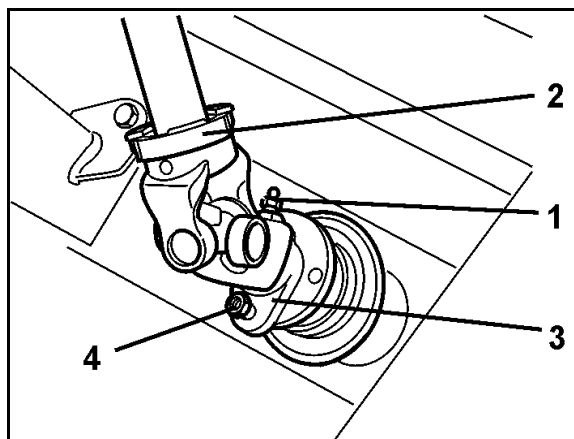

Bild 73
1. Lossa smörjnippeln (Bild 73/1) i ledgaffeln (Bild 73/2) på kraftöverföringsaxeln.
2. Skruva loss brytbulten (Bild 73/4) mellan kraftöverföringsaxelns gaffelfläns (Bild 73/3) och kragen på växellådans ingående axel.